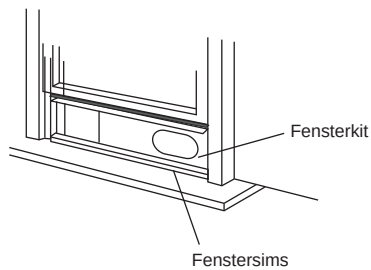

Abb.10
3. Schneiden Sie die Schaumdichtung (selbstklebend) auf die passende Länge zu und kleben Sie sie auf den oberen Fensterflügel (Abb. 10).